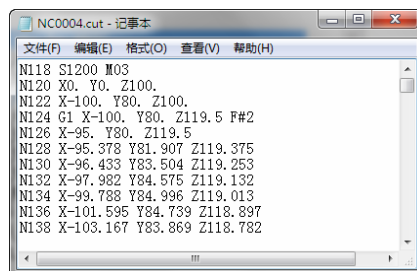

图 8-292 生成的 G 代码
4) 单击“确定”按钮后,按系统提示分别拾取所有加工轨迹,单击鼠标右键,系统自动弹出数控程序,如图 8-292 所示。